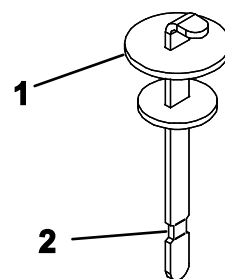

**Figura 62**
3. Limpie la zona alrededor del cuello de llenado y el tapón del depósito hidráulico (Figura 62). Retire el tapón del cuello de llenado.